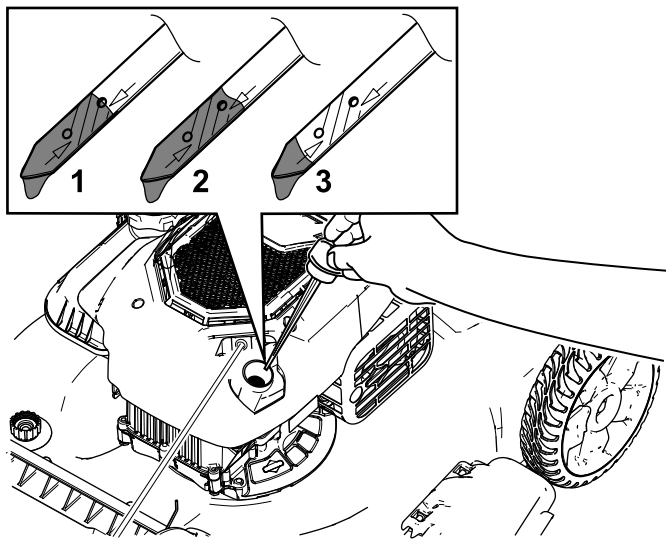

Bild 12
2. Entfernen Sie den Peilstab, indem Sie den Deckel nach links drehen und herausziehen (Bild 12).
5. Lesen Sie den Ölstand am Peilstab ab. (Bild 12)
- Wenn der Ölstand am Peilstab zu niedrig ist (Bild 12), füllen Sie langsam etwas waschaktives Öl (SAE 30 oder SAE 10W-30) in den Öleinfüllstutzen, warten Sie drei Minuten und wiederholen Sie dann die Schritte 3 bis 5, bis der Ölstand am Peilstab richtig ist. Informationen zur Ölart finden Sie unter Wechseln des Motoröls \(Seite 20\).
- Wenn der Ölstand am Peilstab zu hoch ist (Bild 12), lassen Sie Öl ab, bis der Ölstand am Peilstab richtig ist, siehe Wechseln des Motoröls \(Seite 20\).